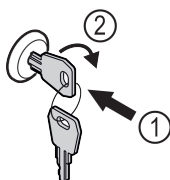

Fig. 169
- ▶ Vstavite ključ Fig. 169 (1).
- ▶ Ključ obrnite v smeri urnih kazalcev za 90° Fig. 169 (2).